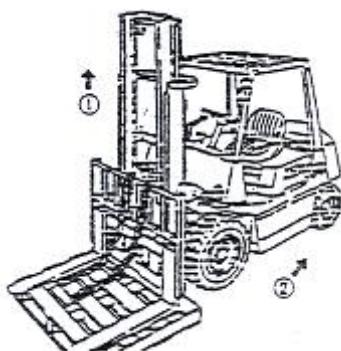

Рисунок 2-19
- (1) Поместите паллет на вилы погрузчика и поставьте его на ровную поверхность.
- (2) Опустите вилы, чтобы паллет коснулся земли
- (3) Отсоедините верхнее крепление цепи и снимите цепь с колеса.
- (4) Поднимите внутреннюю мачту (Поз. 1 на Рис. 2-19).
- (5) Сдайте на погрузчике назад после подтверждения того, что рама вил была отсоединенна от внутренней мачты (Поз. 2 на Рис. 2-19).
- (6) Замените главный ролик.